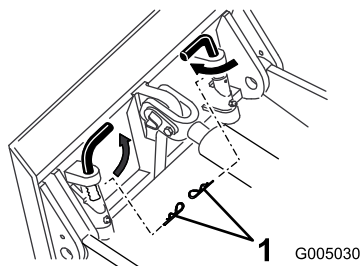

Рисунок 10
- На тяговых блоках некоторых более ранних моделей есть отверстия в штифтах с пружинам и быстроустанавливаемых штифтах на монтажной пластине (Рисунок 10), чтобы вы могли установить два шплинта при прохождении плугом длинных отрезков. При этом вибрация плуга не приведет к ослаблению штифтов.